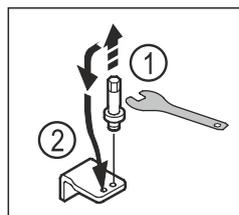

Fig. 17
- ▶ Desatornillar el perno del soporte del cojinete inferior con una llave Allen SW5. Fig. 17 (1)
- ▶ Insertar el perno en el lado opuesto. Fig. 17 (2)